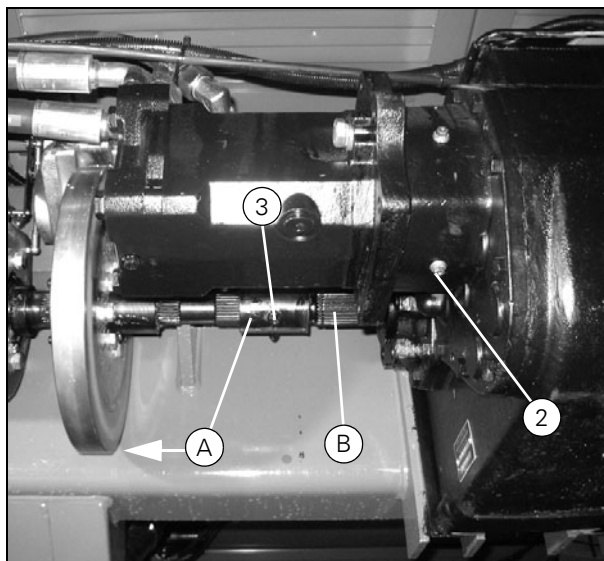

Рисунок 21
- Убедитесь, что втулка (А) находится на одной линии с валом и может быть легко надета на выходной вал коробки передач (В) (Рис. 21).